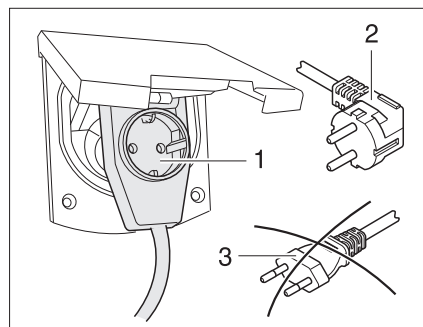

Fig. 93 Conexión a un conector con salida lateral del cable con caja de enchufe
- Al utilizar un acoplamiento acodado CEE 17, con caja de enchufe incorporada en el lado trasero (Fig. 93,1), emplear únicamente un conector IP 44 de goma impermeable, con contacto protector (Fig. 93,2). No utilizar conector sin contacto protector (Fig. 93,3). ¡Peligro de electrocución!